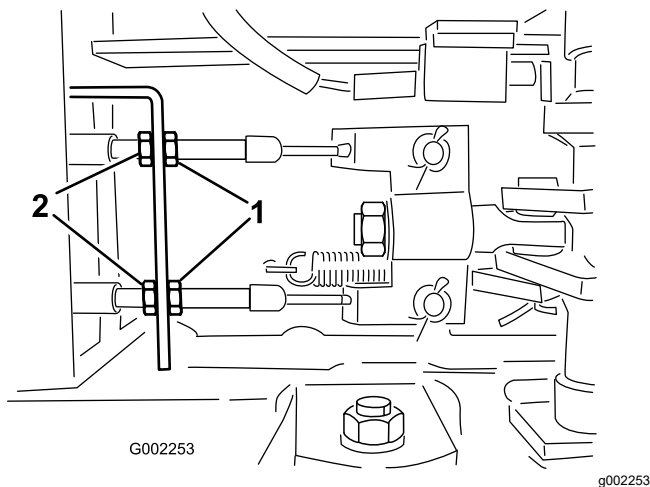

Figura 93
5. Afloje las contratuercas delanteras de los cables de freno, debajo del extremo delantero del fumigador (Figura 93).
6. Apriete las contratuercas traseras en la misma cantidad hasta que el pedal de freno recorra entre 1 a 2 cm antes de que se note resistencia (Figura 93).